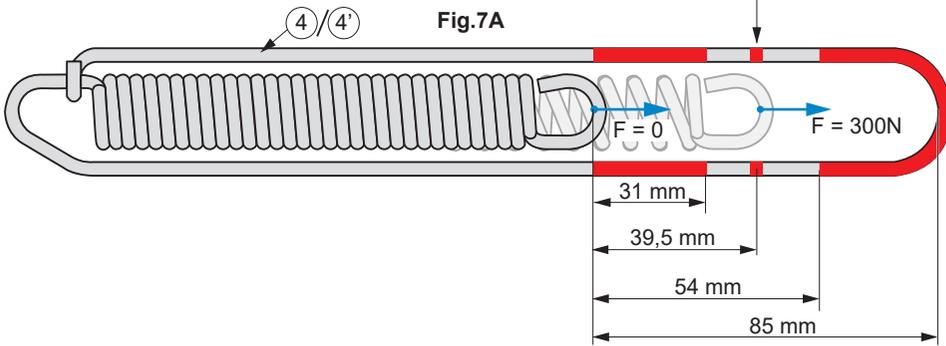

Fig.6E
5. Si es necesario, afloje los cables (fig. 6E).